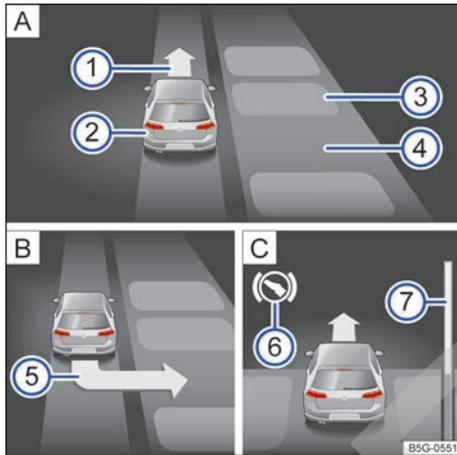

Fig. 145 En la pantalla del cuadro de instrumentos: aparcando en batería. **A** Buscar un hueco de aparcamiento. **B** Posición para aparcar. **C** Maniobrar.
- Aparque cuando en la pantalla del cuadro de instrumentos aparezca la indicación de aparcar → fig. 145 **5** → pág. 201.
Legenda de la **fig. 145** (modo de aparcamiento en batería marcha atrás):
- Frene cuando suene una señal acústica indicando cambiar de dirección, se ilumine la flecha → **fig. 145** , se encienda el símbolo blanco  o se muestre un mensaje.